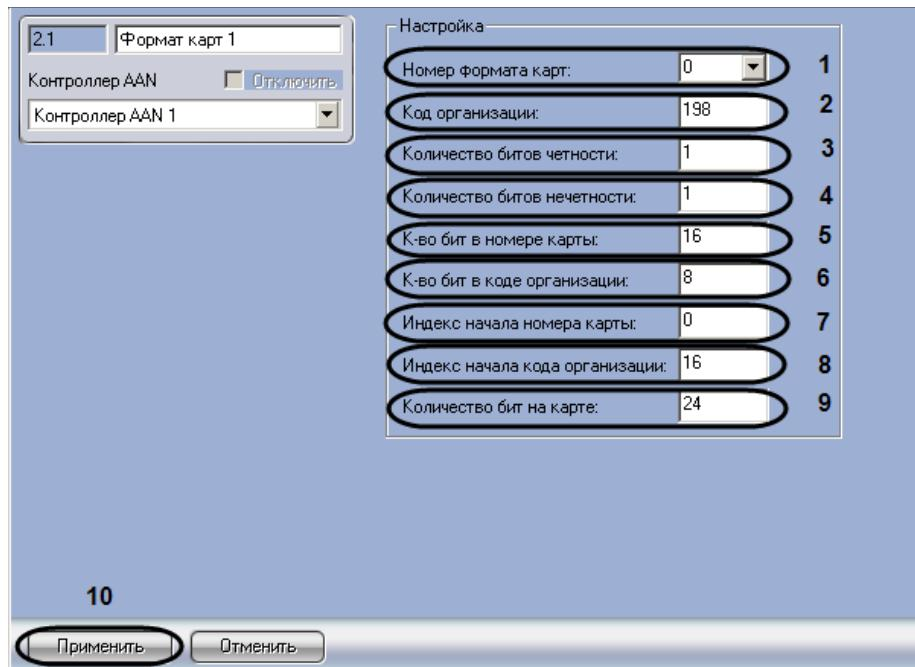

Рис. 3.5-2 Панель настроек объекта Формат карты
- Перейти на панель настроек объекта **Формат карты** (Рис. 3.5-2).
- Из раскрывающегося списка **Номер формата карты**: выбрать уникальный номер, присваиваемый данному формату карт доступа (см. Рис. 3.5-2, 1).
- В поле **Код организации**: ввести значение соответствующее коду организации (facility code) (см. Рис. 3.5-2, 2).
- В поле **Количество битов четности**: ввести значение, соответствующее количеству битов четности на карте доступа (см. Рис. 3.5-2, 3).
- В поле **Количество битов нечетности**: ввести значение, соответствующее количеству битов нечетности на карте доступа (см. Рис. 3.5-2, 4).
- В поле **К-во бит в номере карты**: ввести значение, соответствующее количеству бит в номере карты доступа (см. Рис. 3.5-2, 5).
- В поле **К-во бит в коде организации**: ввести значение, соответствующее количеству бит в коде организации (см. Рис. 3.5-2, 6).
- В поле **Индекс начала номера карты**: ввести значение, соответствующее порядковому номеру бита, с которого начинается номер карты доступа (см. Рис. 3.5-2, 7).
- В поле **Индекс начала кода организации**: ввести значение, соответствующее порядковому номеру бита, с которого начинается код организации (см. Рис. 3.5-2, 8).
- В поле **Количество бит на карте**: ввести значение, соответствующее количеству бит на карте доступа (см. Рис. 3.5-2, 9).
- Для сохранения изменений нажать кнопку **Применить** (см. Рис. 3.5-2, 10).